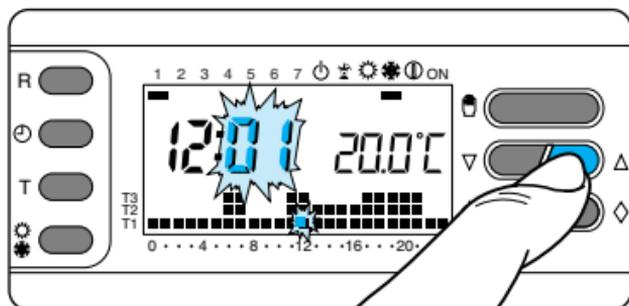

Fig. 17
3.3 -Premere il pulsante oppure fino a raggiungere il valore esatto dei minuti (fig. 17).